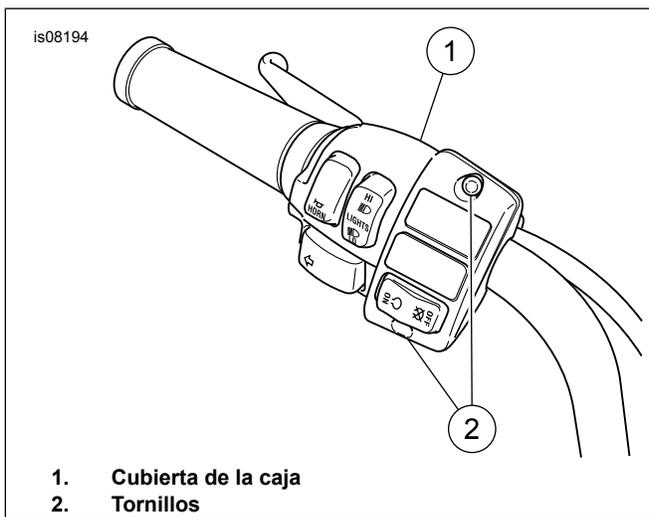

Figura 7. Instalación de la cubierta de la caja
12. Vea Figura 7. Instale la cubierta de la caja usando los dos tornillos con cabeza de botón. Usando un destornillador con cabeza T-25 TORX, apriete los tornillos a 4-5 N·m (35-45 lb-pulg.).